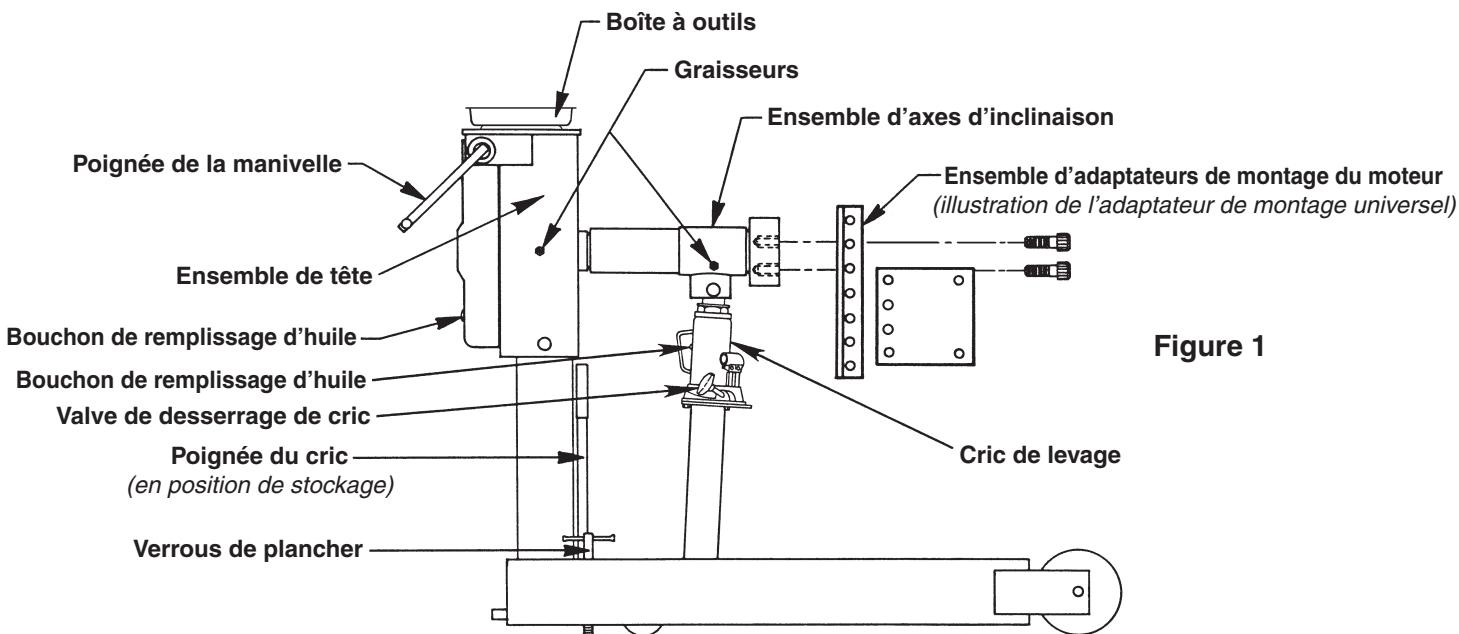

Figure 1
6. Soulevez le cric de levage et insérez-le dans le support de fixation situé sous l'ensemble d'axes d'inclinaison. Insérez une goupille (15) et serrez-la à l'aide d'une bague de retenue (3).
7. Placez la poignée du cric (27) en position de stockage sur le support de réparation, comme indiqué à la Figure 1.
8. Serrez le collier (5) jusqu'à ce qu'il soit ajusté contre la douille située sur le tube (2). Dévissez le collier d'1/8e de tour, puis serrez la vis de pression (4).
9. Si un adaptateur de fixation de moteur est inclus, fixez-le à l'arbre d'inclinaison, comme indiqué à la Figure 1. Serrez les boulons à un couple de 610 N·m (450 pi. lb.).